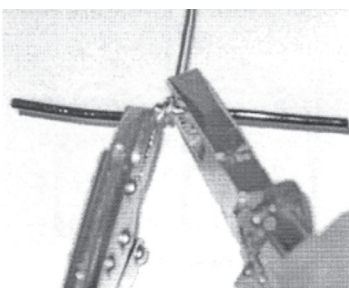

figura 20
6. Segure o condutor rígido pelo olhal com auxílio de um alicate de pressão, fazendo as espiras, conforme indicado na **figura 20**, até a conclusão da emenda.